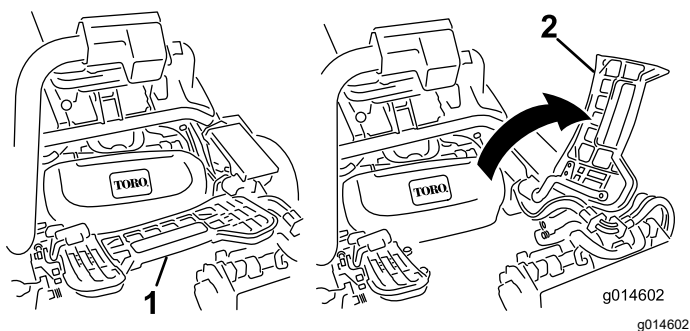

Рисунок 46
1. Поднимите и поверните вверх подножку, открывая доступ к центральному режущему блоку (Рисунок 46).